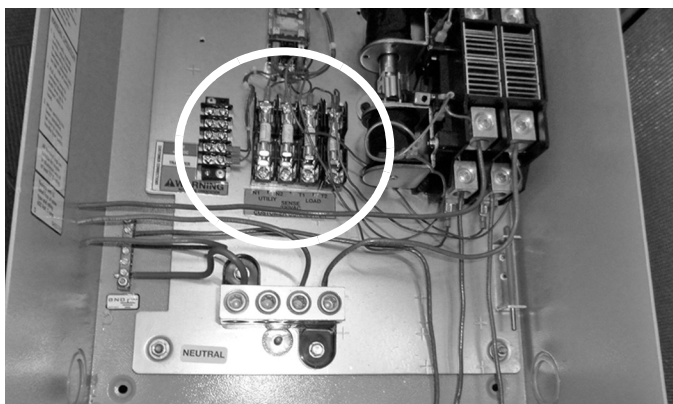

Figura 2-10.
22. Conecte los cables de control (N1, N2, 23, 194, T1 y T2) en el bloque de fusibles y la regleta de conexiones (Figura 2-10).